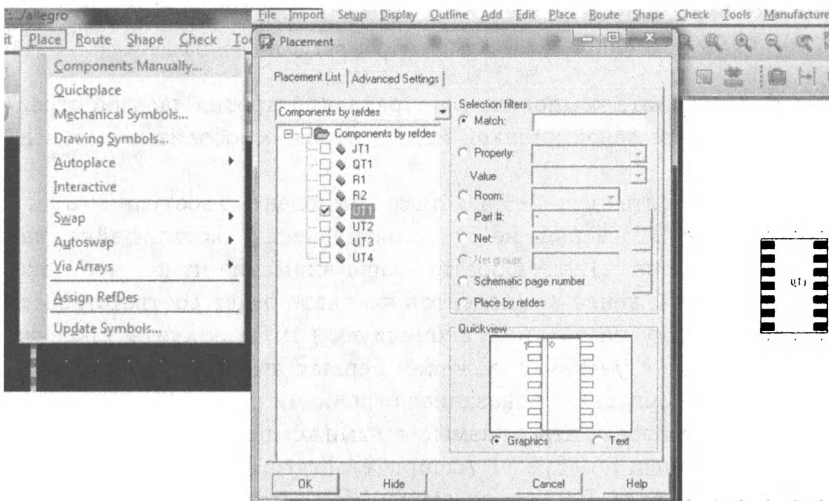

Рис. 21.19. Размещение компонента U1
2. Выберите компонент U1, установив флажок, как показано на рис. 21.19.